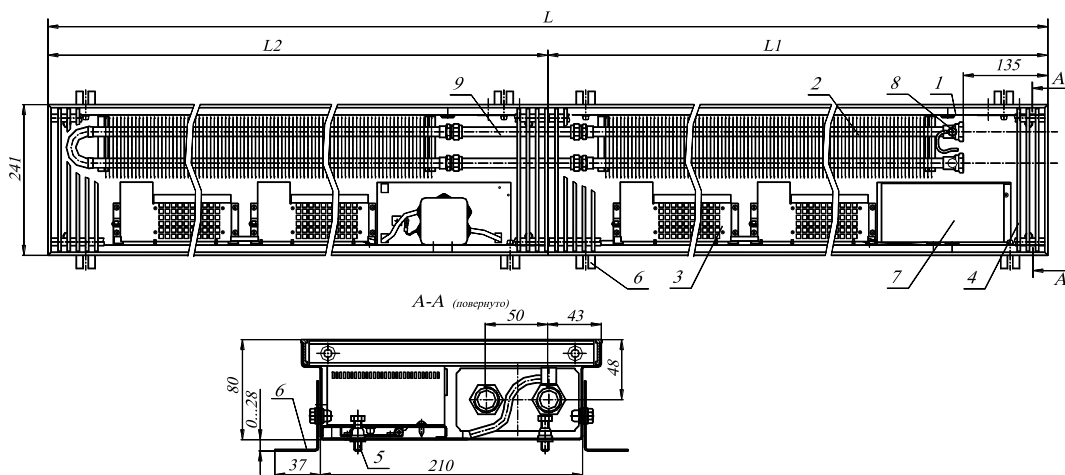
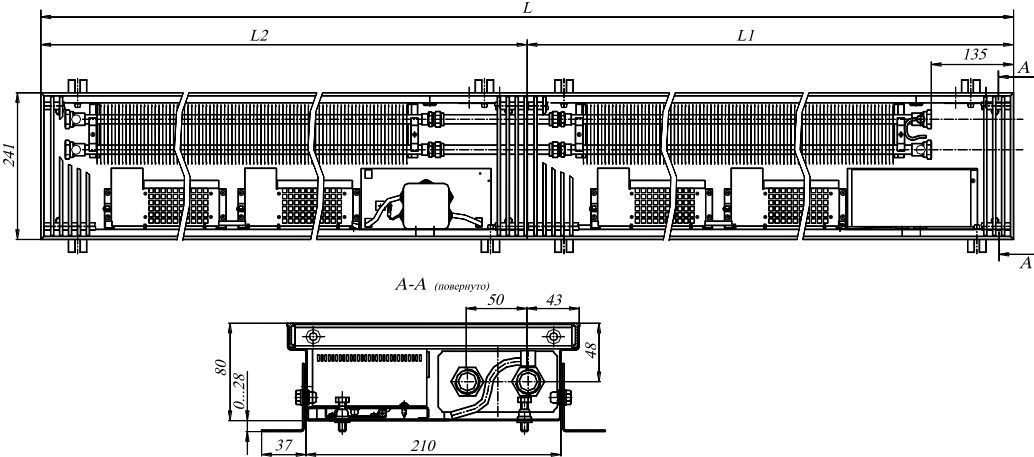

Рис.1 Конвектор КVK 24.08.310...600 - концевой с правосторонним подключением.
Рис.2 Конвектор КВКП 24.08.310...600 - проходной.
4.2 Размеры и технические характеристики изделий представлены на Рис.1, Рис.2 и в таблице.